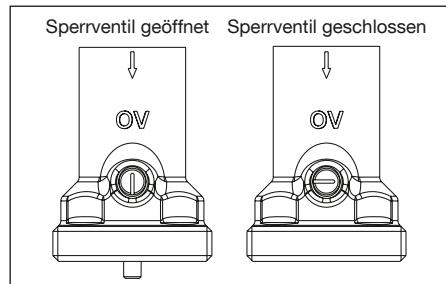

Abb. 7 Stellung Schwerkraftsperre „Regumat S“
1. Oberschale (1) abnehmen.
2. Einlegeblock (2) abziehen.
3. Armaturengruppe (3) aus Unterschale (4) herausnehmen.
4. Unterschale (4) lotrecht an Wand anhalten, um sie als Bohrschablone zu nutzen (Abb. 7).